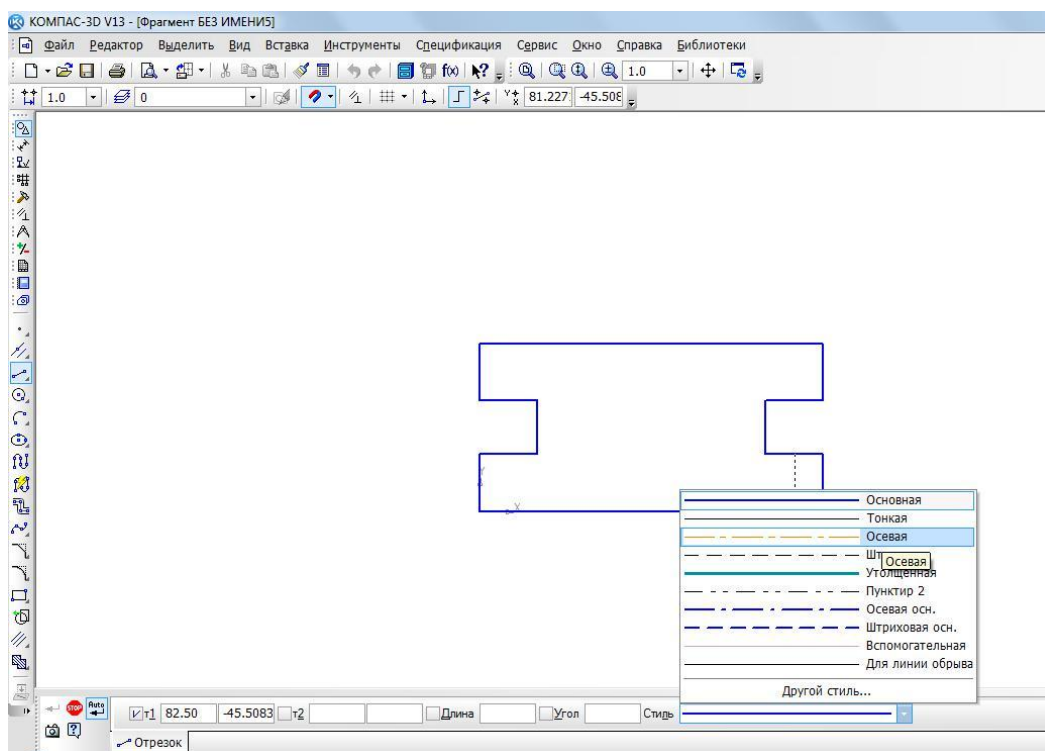

Рис. 12.
- на панели **Свойств** щелкните ЛКМ в поле **Стиль** и щелчком выберите тип линии **Осевая** (рис. 12);
6. В окне диалога настройка параметров текущего окна установите параметры сетки по оси X=5мм, по оси Y=5мм и нажмите кнопку ОК (рис.12).